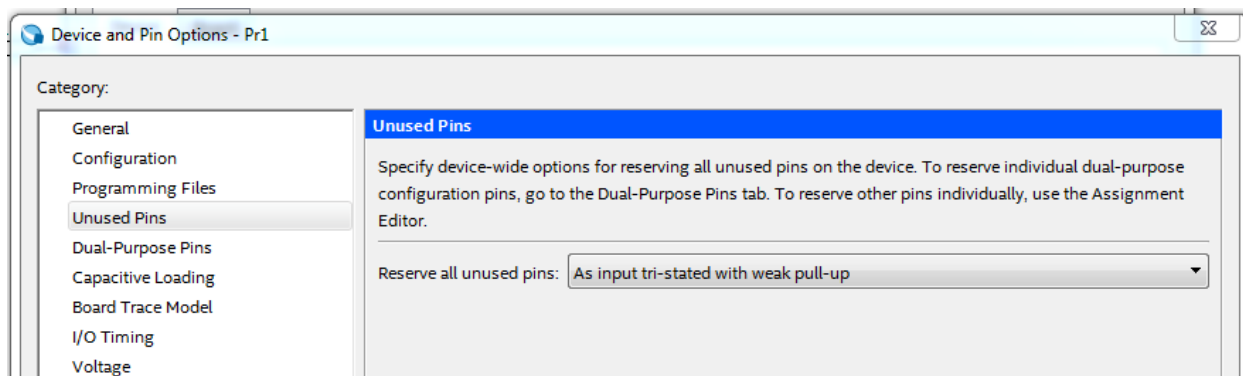

Рис.33 Назначение неиспользуемых выводов ПЛИС в режим “As input tri-stated with weak pull-up”
5.4. Все неиспользованные в проекте выводы микросхемы ПЛИС необходимо установить в режим «AS INPUT TRI-STATED». Для этого выполните **Assignments->Device->Device and Pin Options**. В появившемся окне **Device and Pin Options** выберите в поле **Category** строку **Unused Pins** и в окошке **Reserve all unused pins** выберите **As input tri-stated with weak pull-up** (рис. 33). После назначения выводов у символов ввода-вывода на схеме появятся номера выводов (PIN_nn) микросхемы, к которым они привязаны.